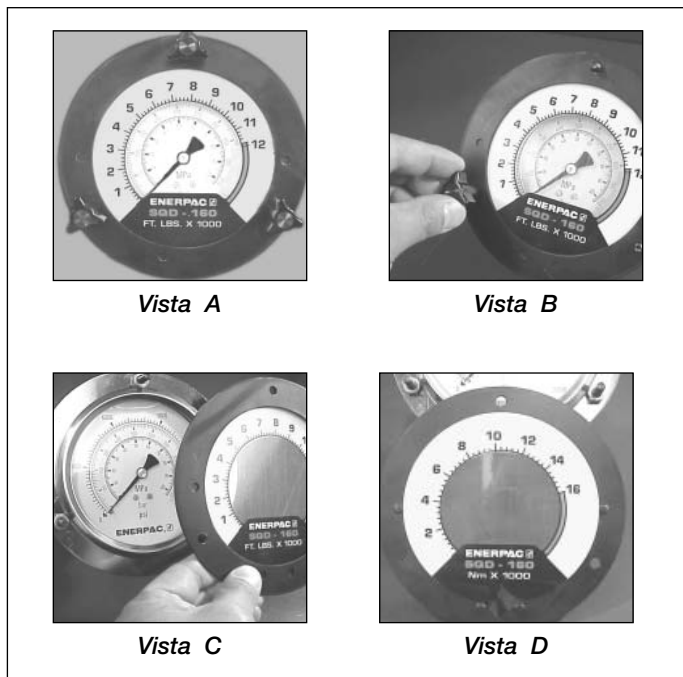

Figura 10, Instalación de la cobertura
La bomba tiene un manómetro instalado. Para su practicidad, se proporcionan coberturas de la llave con cada bomba. Una cobertura de la llave encaja sobre la esfera del manómetro y convierte fácilmente las lecturas de presión a lecturas de llave (véase Figura 10, vista A). La cobertura presenta unidades imperiales (lb-pies) en un lado y unidades métricas (Nm) en el otro. Para cambiar las escalas, simplemente dé vuelta la cobertura.
1. Retirar los tres botones negros que mantienen en su lugar a la brida frontal del manómetro (véase Figura 10, vista B).
2. Retirar la brida frontal y la cobertura (véase Figura 10, vista C).
3. Insertar una nueva cobertura (recordar la verificación del uso de la cobertura correcta para la llave dinamométrica de Enerpac) en la brida, alineando la cobertura con las muescas en la parte posterior de la brida (véase Figura 10, vista D).
4. Al mantener la cobertura por detrás de la brida (véase Figura 10, vista C), insertar la brida en los tornillos de los botones, ubicando nuevamente la cobertura (según sea necesario) y asegurar los botones apretando con las manos (véase Figura 10, vista B). La brida presionará la cobertura hacia el manómetro y lo ajustará en su lugar. Consultar las instrucciones de la llave dinamométrica para obtener la cantidad de presión necesaria para producir el par deseado. Tener en cuenta que la presión máxima varía según las diferentes llaves y accesorios.